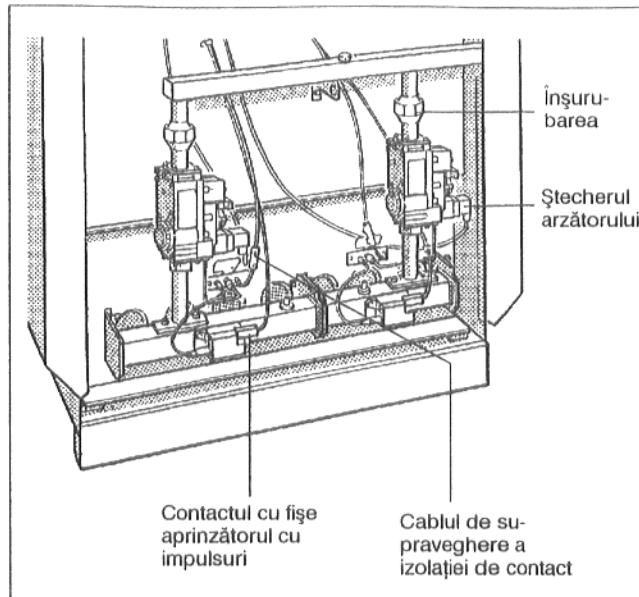

Fig. 39: Arzătorul de gaze cu armătură Honeywell VR 4601
- Se desfac șuruburile de la ștecherele arzătorului iar acesta se scoate din armături (Fig. 39).
- Se desfac contactele cu fișe de la aprinzătoarele cu impulsuri (Fig. 39).
- Se îndepărtează izolația de contact de la cablul de supraveghere (Fig. 39) și se desfac contactele cu fișe.
- Arzătorul se desprinde de la conducta de racord a gazului de la înșurubările prin armături (Fig. 39).